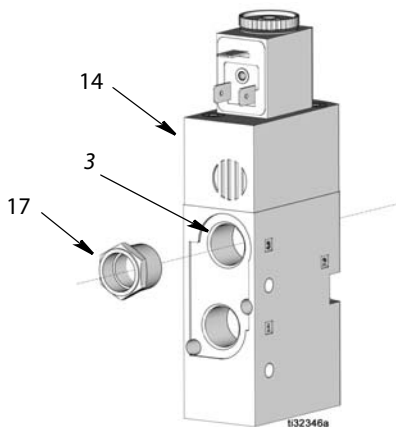

Рис. 28
- Снимите глушитель (17) с порта номер 3 в соленоидном клапане (14) (Рис. 28).
- Установите глушитель (17) в порте номер 3 на новом соленоидном клапане (14) (Рис. 28).